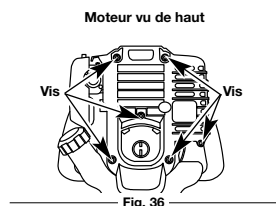

Fig. 36
- Retirez les six (6) vis à l'arrière de la couverture du moteur avec un tournevis plat ou un tournevis Torx T-25 (Fig. 36).
- Déposez le couvercle du moteur (Fig. 36).